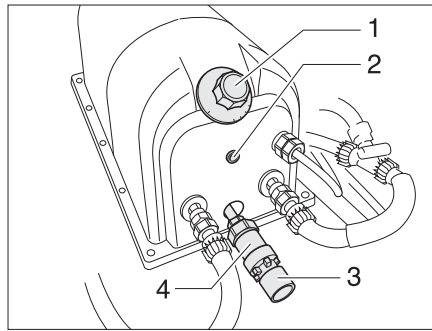

Fig. 123 Caldera Reich
La caldera funciona con 230 V. La caldera calienta aprox. 5 l de agua. La temperatura del agua se puede ajustar en el regulador de temperatura (Fig. 123,1) de la caldera. El agua se puede calentar a máximamente 80 °C.
- Ajustar la temperatura deseada en el regulador de temperatura (Fig. 123,1). La luz de control (Fig. 123,2) está iluminada durante la fase de calentamiento.
- Girar el regulador de temperatura (Fig. 123,1) en sentido contrario a las agujas del reloj hasta la marca "I".
- Ajustar la temperatura deseada en el regulador de temperatura (Fig. 123,1).
- Abrir el vaciado de agua en la válvula de sobrepresión (Fig. 123,4). Para ello, girar el botón giratorio rojo (Fig. 123,3) en sentido contrario a las agujas del reloj.